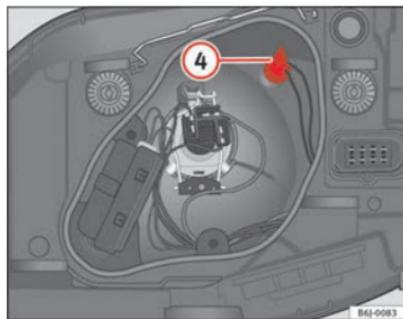

Fig. 143 Luz de población
- Extraiga el portalámparas ④ ⇒ página 230, fig. 143 hacia fuera.